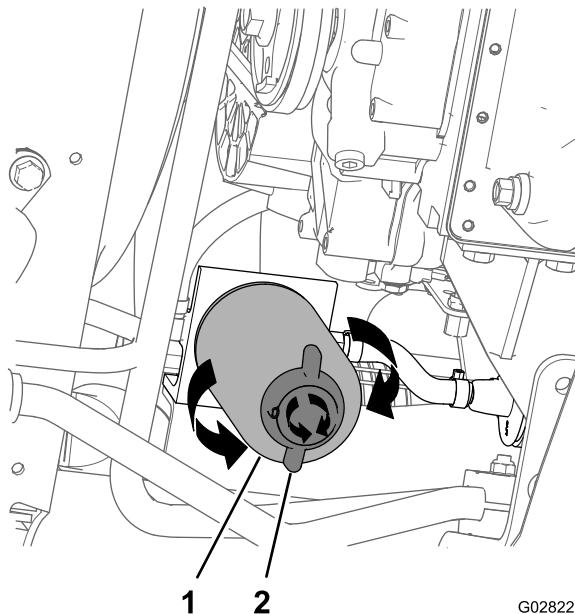

Figura 77
4. Allineate una bacinella di spurgo sotto il filtro del carburante; fate riferimento a Figura 77 nella sezione Sostituzione del filtro del separatore di condensa \(pagina 63\).
2. Posizionate una bacinella di spurgo sotto il filtro del separatore di condensa (Figura 77).
3. Ruotate la valvola di spурgo nella parte inferiore del filtro del separatore di condensa in senso antiorario (Figura 77).
4. Pulite l'area attorno al filtro del separatore di condensa e il supporto dell'adattatore del filtro (Figura 77).
5. Rimuovete il filtro del separatore di condensa (Figura 77).
9. Assicuratevi che la valvola di spурgo nella parte inferiore del filtro del separatore di condensa sia ruotata saldamente in senso orario (Figura 77).